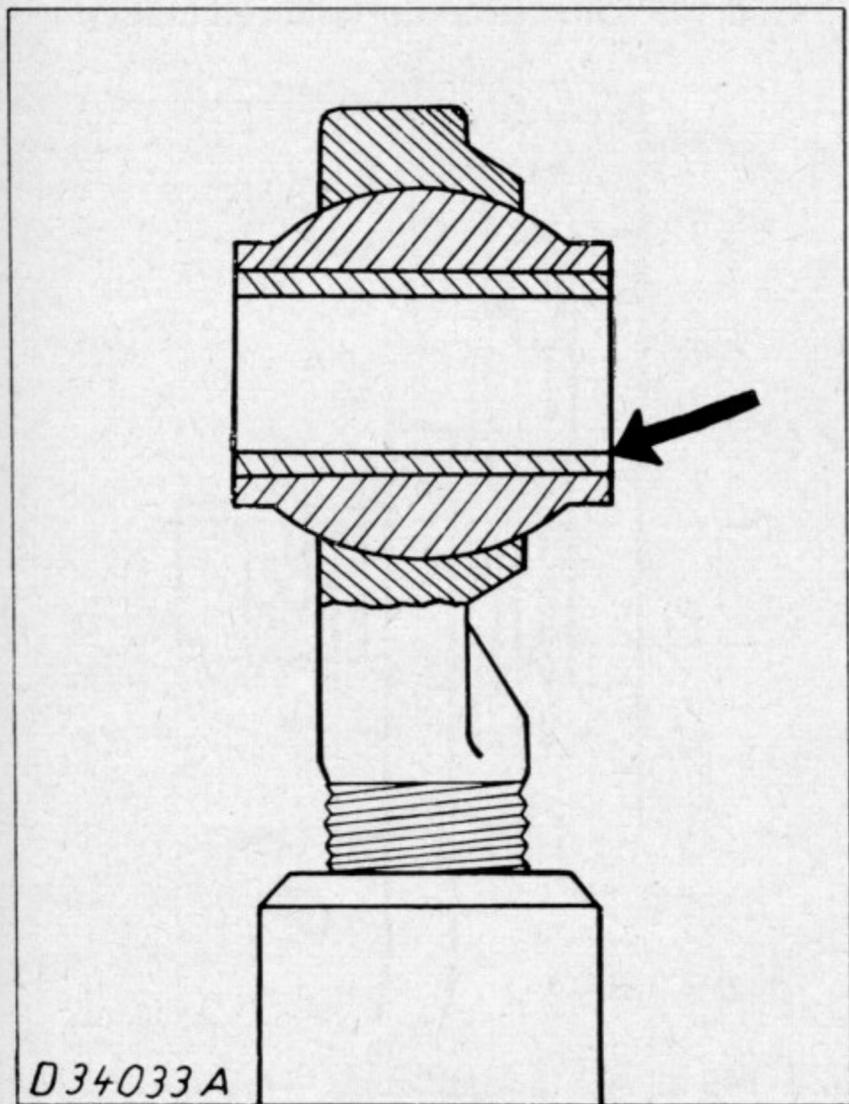

Bild 144. Büchse für oberen Lenker
a) Büchse  $19 \times 25 \text{ mm } \phi$  (beim Werkzeug) in die große Bohrung des **oberen** Lenkers einsetzen (Bild 144), oberen Lenker vom Anhängelock lösen, umdrehen und mit dem anderen Ende am Anhängelock anschließen.
Bild 144 a. Einspannbuchse
**seitig** in die unteren Lenker einsetzen (s. a, Bild 144 a).
Bild 144 b. Abstandsbüchse